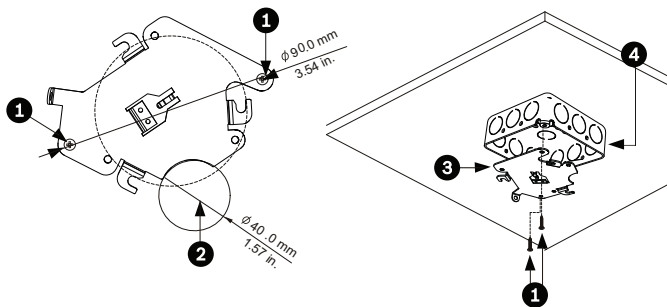

Figura 4.3 Instalar a placa de montagem
3. Fixe a placa de montagem à caixa de derivação com o material de fixação fornecido pelo utilizador (ver *Figura 4.3*).
1. Encaminhe os condutores na parte lateral da placa pelo corte em forma de crescente (Ref.^a # 2 *Figura 4.3*).